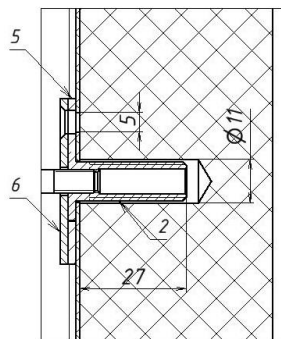

Рисунок 3
При монтаже якоря без сверления полотна двери насквозь применяют фиксатор (5) и упор (6) (рисунок 3). Для крепления упора, фиксатора, кожуха и болта M10 на полотне двери используются саморезы (в комплект поставки не входят).